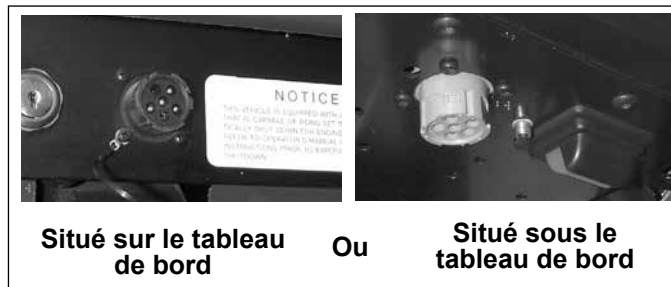

FIGURE 13 - EMBLEMMENT TYPIQUE DU CONNECTEUR DE DIAGNOSTIC DU VÉHICULE (J1708/J1587, J1939)
3. Communique le code d'anomalie approprié sur le lien de diagnostic des communications série si nécessaire. Outils de diagnostic mobiles ou sur PC raccordés au connecteur de diagnostic du véhicule, généralement situé sur ou sous le tableau de bord (Cf. Figure 13).